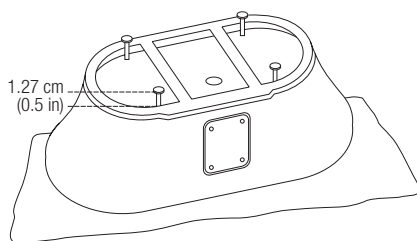

Fig. 2
5. Installer les pieds de mise à niveau avec les écrous et les rondelles comme indiqué et veiller à ce qu'ils dépassent le bas de la jupe de 1,27 cm (0,5 po). Voir la Fig. 2.